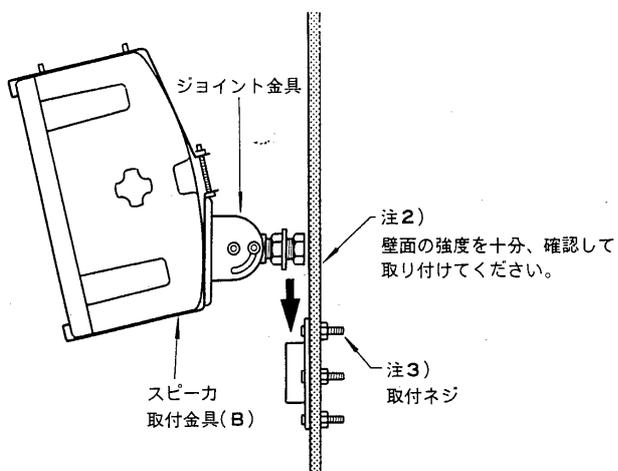

図5
④スピーカー取付金具(B)にジョイント金具を図5の方向に取り付けてください。
⑤天井・壁面取付金具を壁面に取り付けてください。
(図5) (取付ネジ穴φ9mm)
⑥スピーカー本体側のジョイント金具を壁面の取付金具に取り付けてください。(図5)